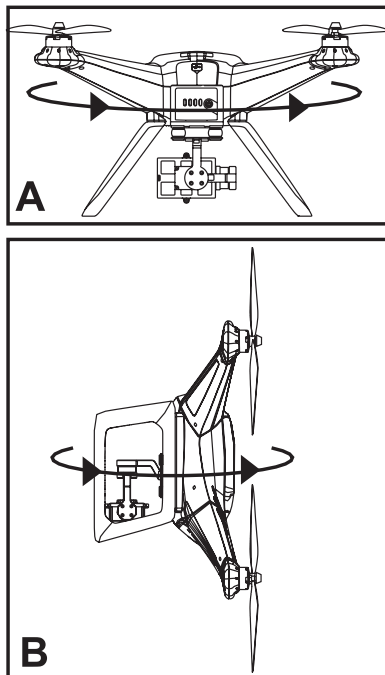

Figure 17
- Tenez le quadricoptère à l'horizontale (voir fig. 17, illustration A) et tournez-le sur son axe de rotation jusqu'à ce que les DEL d'état virent au vert (minimum 360°).
- Tenez ensuite le quadricoptère avec les hélices avant à l'horizontale vers le bas et tournez-le maintenant de 360° sur l'axe longitudinal (voir fig. 17, illustration B) jusqu'à ce que les DEL d'état s'éteignent.